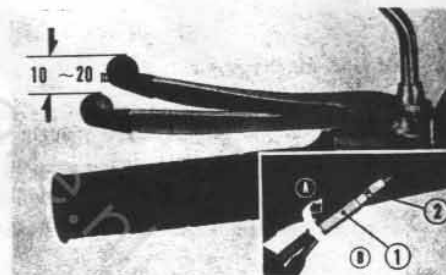
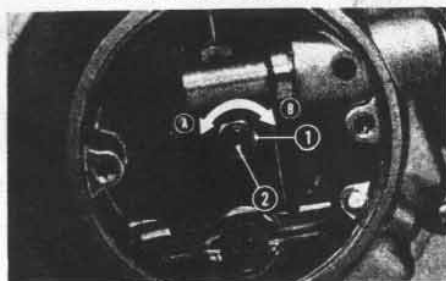

Fig. 7 Koppelingshandel speling (CD50H)
Fig. 8 Afstellen van de koppeling (CD50H)
- 1) Controleer de vrije speling aan het eind van het koppelingshandel. Deze moet 1 à 2 cm bedragen. (Fig. 7)
- 2) Indien dit niet zo is, verwijder dan het kleine koppelingsdeksel, draai de borgmoer los en verdraai de afstelschroef. Draai de afstelschroef linksom in de richting ① om de speling te vergroten. Draai in de richting ② om de speling te verkleinen. (Fig. 8)
- Draaien in de richting ① om de speling te vergroten.
- Draaien in de richting ② om te verkleinen. (Fig. 7)